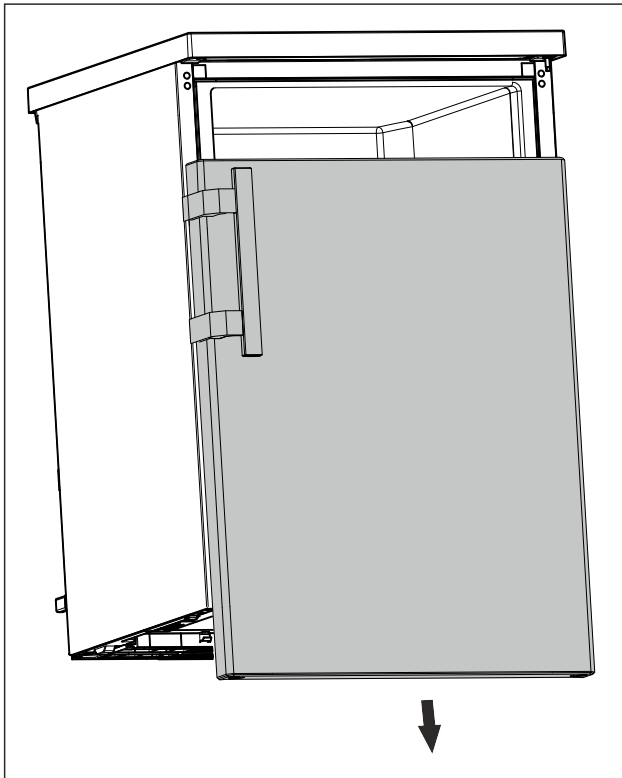

Fig. 16
- ▶ Nuimkite duris žemyn. (žr. Fig. 16)